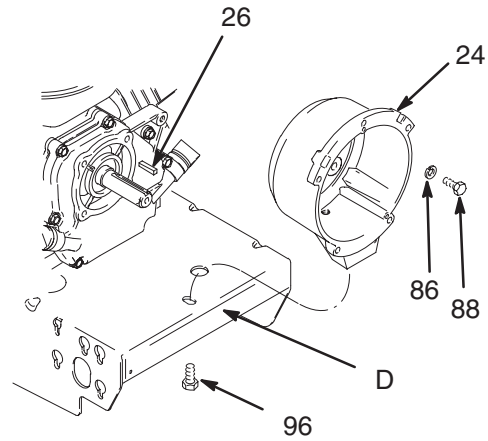

Abb. 13
1. Abb. 13. Die vier Kopfschrauben (88) und Federringe (86), mit denen das Kupplungsgehäuse (24) am Motor befestigt ist, entfernen.
2. Die Schraube (96) von der Unterseite der Montageplatte (D) abnehmen.
3. Den Motorkeil (26) entfernen.
4. Das Kupplungsgehäuse (24) abziehen.
1. Abb. 13. Das Kupplungsgehäuse (24) aufdrücken.
2. Die vier Schrauben (88) und Federringe (86) installieren und das Kupplungsgehäuse (5) am Motor befestigen. Mit 22,6 Nm festziehen.
3. Die Kopfschraube (96) von der Unterseite der Montageplatte (D) her einbauen. Mit 35,2 Nm anziehen.